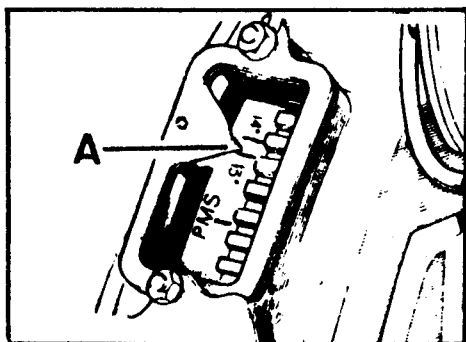
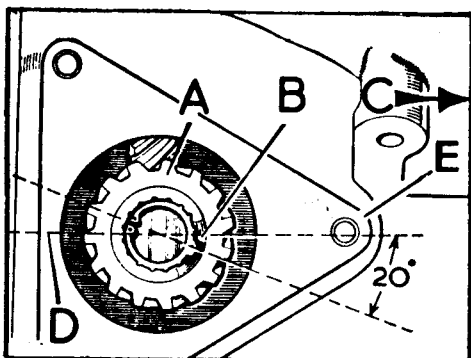

Fig. A1-41 Sincronización de grados de avance en el volante
Fig. A1-42 Posición correcta del piñón de mando para montar la bomba inyectora
- 2.3. Girar el cigueñal en su sentido normal de trabajo (hacia la derecha) hasta que el índice de referencia para puesta a punto, A (Fig. A1-41), quede alineado entre las marcas 13° y 14° del volante. En esta posición, se comprobará que la estría más ancha, B (Fig. A1-42) del piñón de mando, A, se encuentre orientada a unos 20° por debajo del centro del eje, E. Dicha estría, podría encontrarse al lado totalmente opuesto al citado en la Fig. A1-42, o sea, a 180° de la posición deseada. En este caso habría que dar otra vuelta al cigueñal colocando nuevamente el índice de referencia en la posición indicada en la Fig. A1-41.